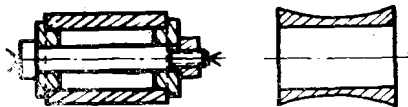

图 1—13外圆磨床上磨削薄壁套筒
45、如图 1—14 所示，在车床上用试切法镗孔 $\phi 30^{+0.025}$ 毫米，试指出下列因素中，哪些影响该孔的加工精度？